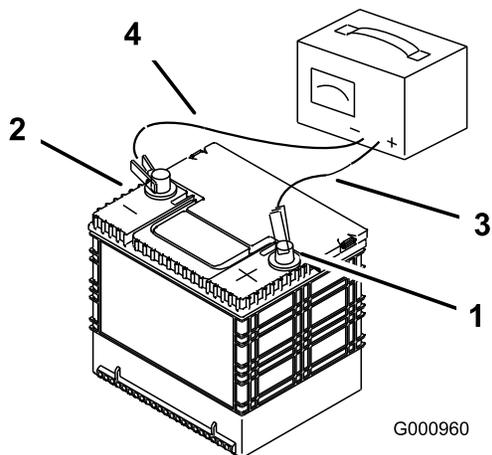

Рисунок 52
3. После полной зарядки аккумулятора отсоедините зарядное устройство от электророзетки, а затем отсоедините провода зарядного устройства от штырей аккумулятора (Рисунок 52).